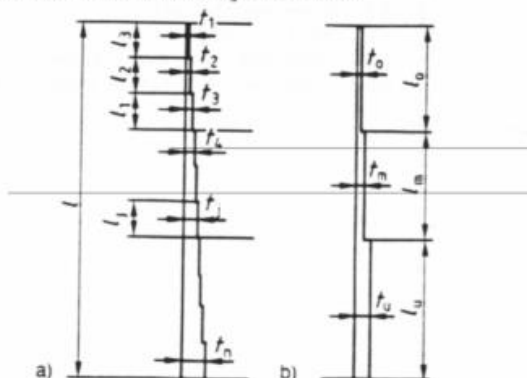

Bild 19. Kreiszyylinder mit abgestufter Wanddicke (a) und dreischüssiger Ersatz-Kreiszyylinder (b)
Es ist ein gedachter dreischüssiger Ersatz-Kreiszyylinder zu bilden (Bild 19 b). Seine fiktive obere Schußlänge l_0 erstreckt sich bis zum oberen Rand jenes Schusses, dessen Wanddicke die 1,5fache kleinste Wanddicke t_1 überschreitet, maximal bis $l/2$. Die beiden anderen fiktiven Schußlängen ergeben sich aus Gleichung (54).